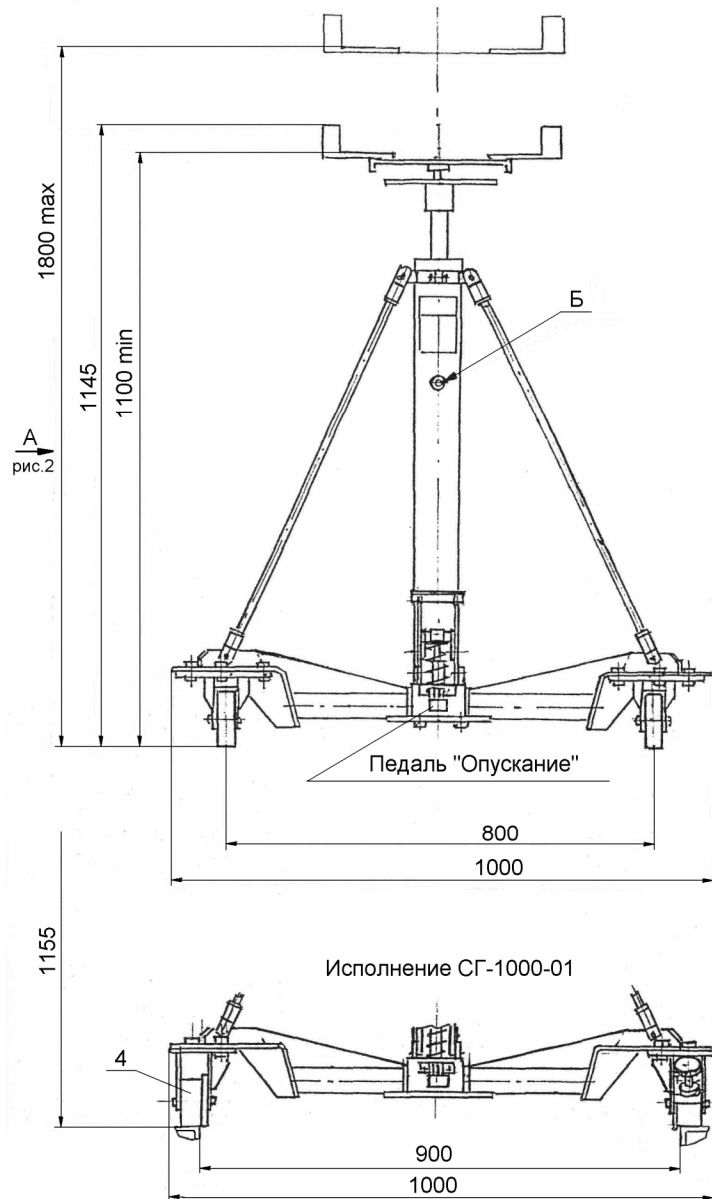

Рис. 1. Стойка СГ-1000
4.1. Устройство стойки изображено на Рис.1 и Рис.2. Стойка гидравлическая состоит из основания поз. 1 с колесами поз. 4, прикрепленными болтами М10, шайбами и гайками, гидропривода поз. 2, прикрепленного к основанию болтами М12 с шайбами, насадки универсальной поз. 5, установленной на штоке гидропривода, хомута поз. 3, установленного в верхней части наружной трубы гидропривода и соединенного с основанием растяжками, вилками и осями.